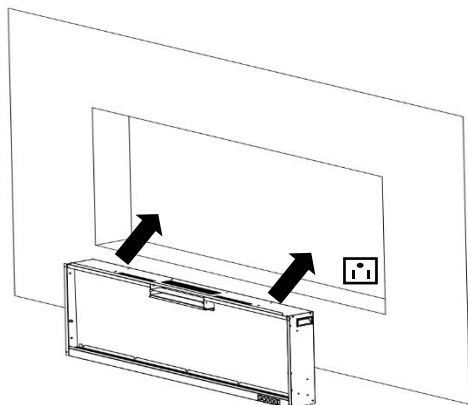
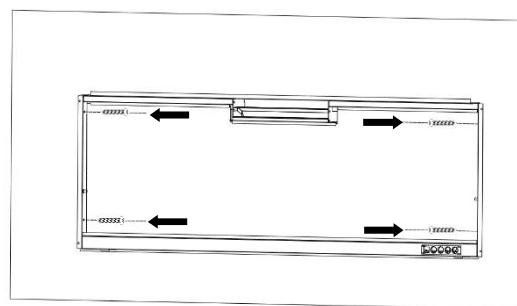

Fig. 2-3
Fig. 2-4
AT. Laat twee volwassen personen de haard optillen en in het inbouwframe plaatsen en zet hem vervolgens vast door 4 houtschroeven (B) door de gaten te steken (Fig. 2-3, Fig 2-4).